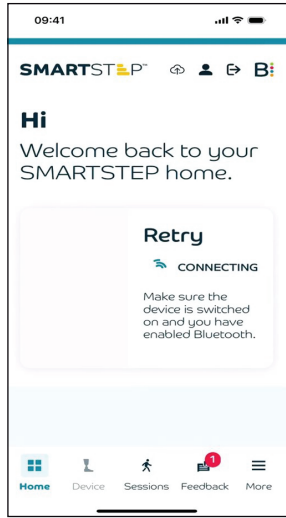

Abb. A3-4 SMARTSTEP-Bildschirm für den erneuten Versuch
6. Wenn die App keine erfolgreiche Verbindung herstellen kann, prüfen Sie, dass **Bluetooth®** auf Ihrem Mobilgerät (Tablet/Mobiltelefon) und auf Ihrem Avior-Produkt eingeschaltet (aktiv) ist. Stellen Sie dann sicher, dass sich beide Geräte innerhalb der Sendereichweite (innerhalb von 3 m) befinden. Wählen Sie dann **Erneut Versuchen** aus (siehe Abb. A3-4).